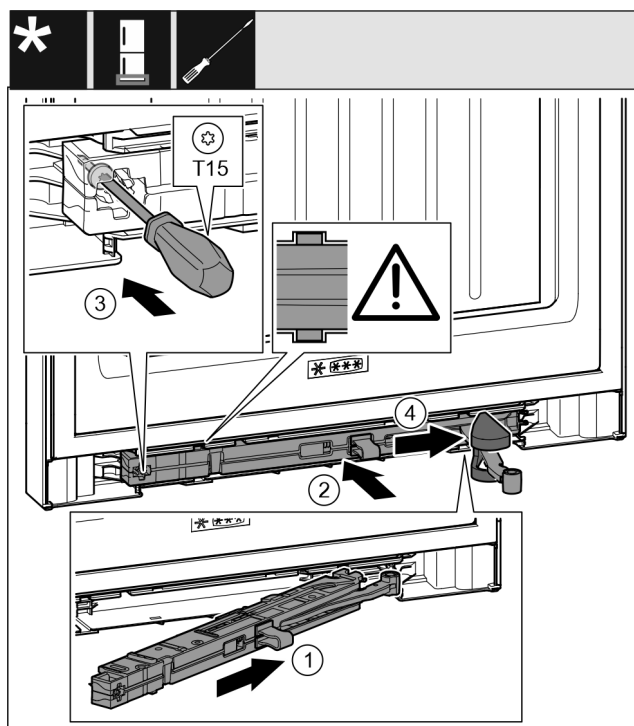

Fig. 48
- ▶ Tolja be ferdén, ütközésig a záráscsillapító egységet Fig. 48 (1) a mélyedésbe a csapágybak felőli oldalán.
- ▶ Tolja be teljesen a mélyedésbe a záráscsillapító egységet Fig. 48 (2).
- ▶ Húzza meg a csavart Fig. 48 (3) csavarhúzóval.
- ▶ Tolja rá a csuklóra a fedelet Fig. 48 (4).